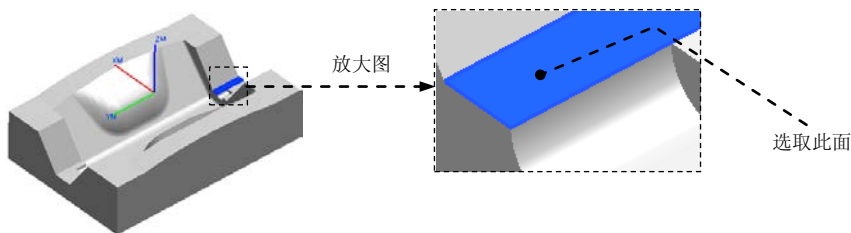

图 10.2.13 选取终止面
Step2. 设置切削层。单击“深度加工拐角”对话框中的“切削层”按钮，系统弹出“切削层”对话框,单击该对话框中的“单个”按钮，然后选取图 10.2.13 所示的面为切削的终止面,单击**确定**按钮,系统返回到“深度加工拐角”对话框。